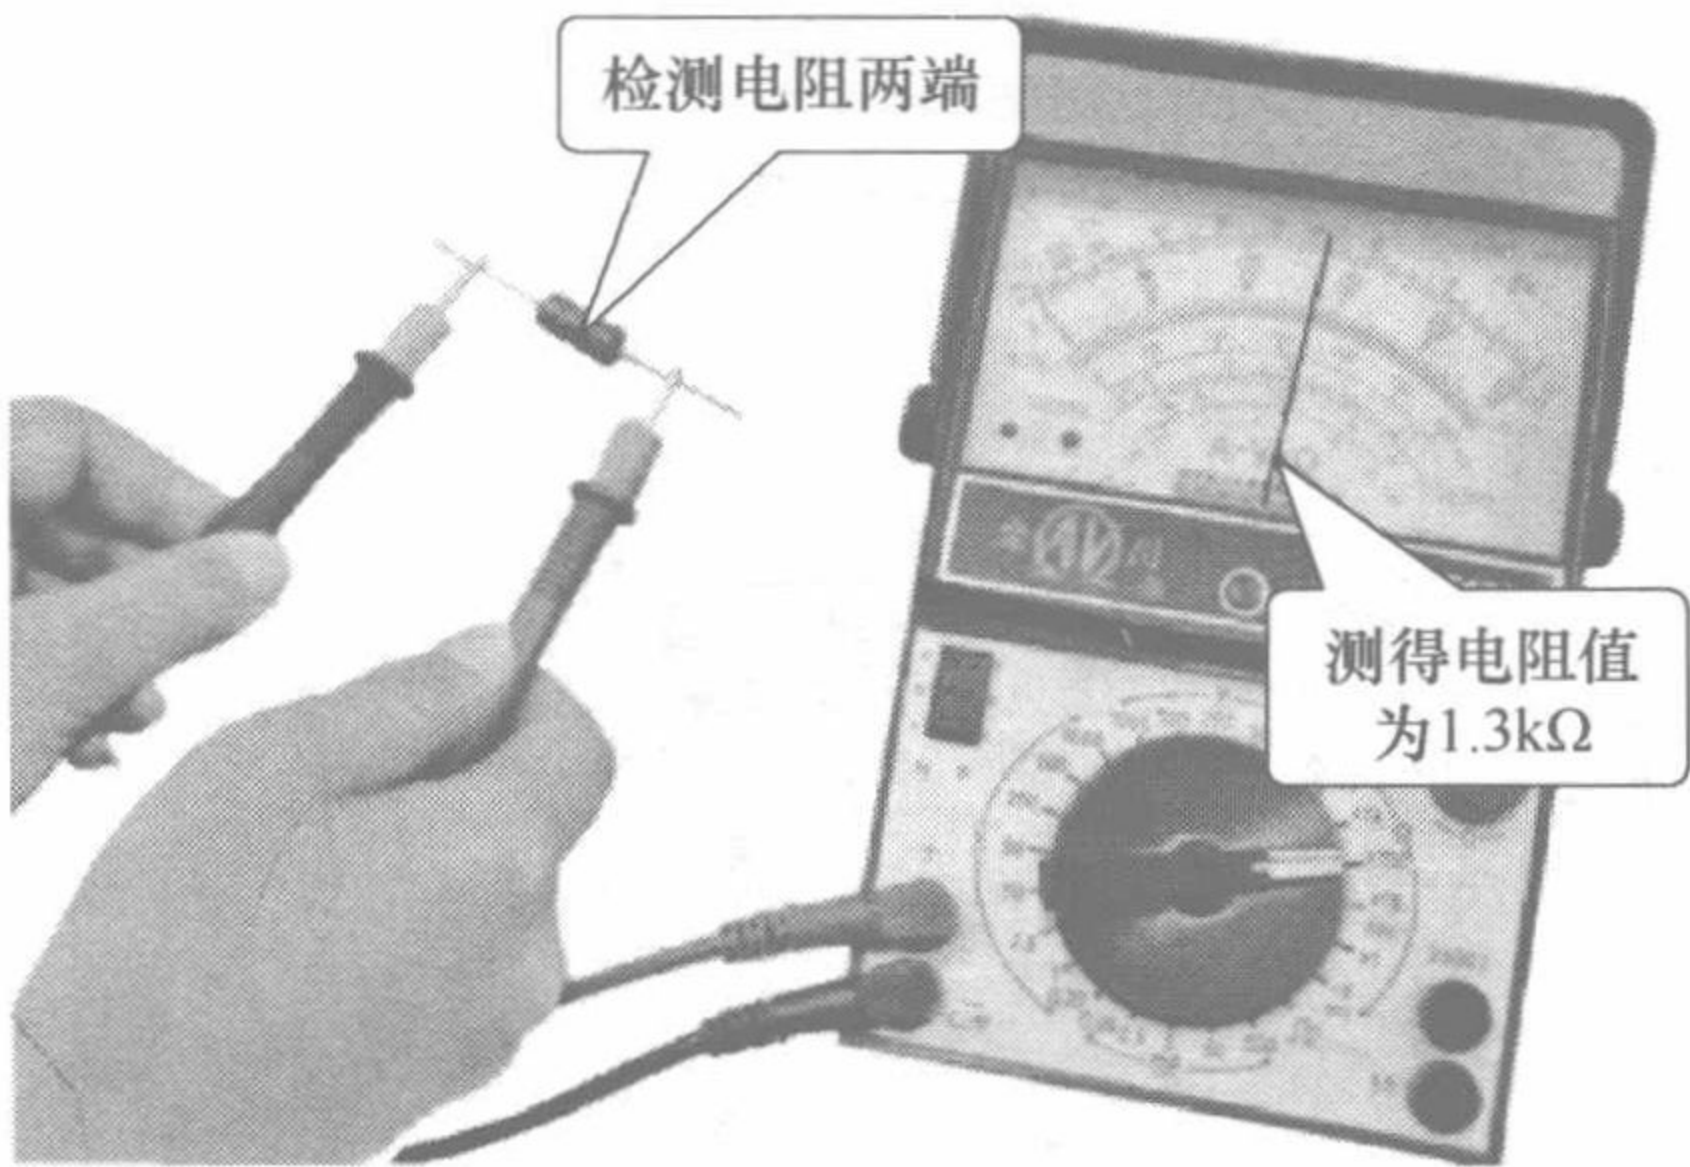

图 1-4 检测电阻
(3) 测量 将红、黑表笔分别接在被测电阻的两端，表头指针在欧姆刻度线上的示数乘以该电阻档位的倍率，即为被测电阻值，如图 1-4 所示。